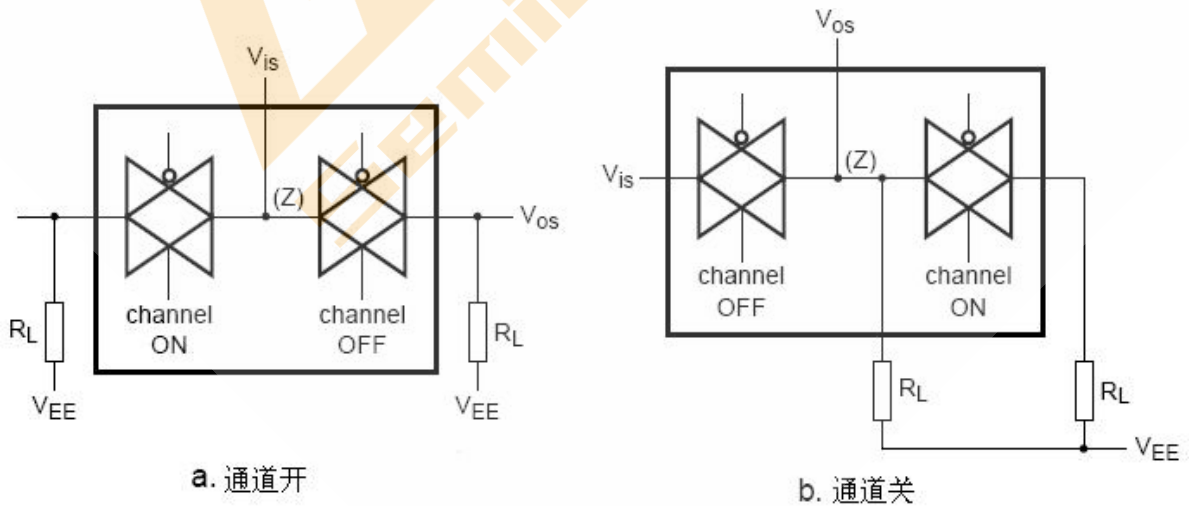

图 9、通道间串扰测试图
- $R_L = 1\text{ k}\Omega$; $20\log V_{OS}/V_{is} = -50\text{ dB}$, 见图9